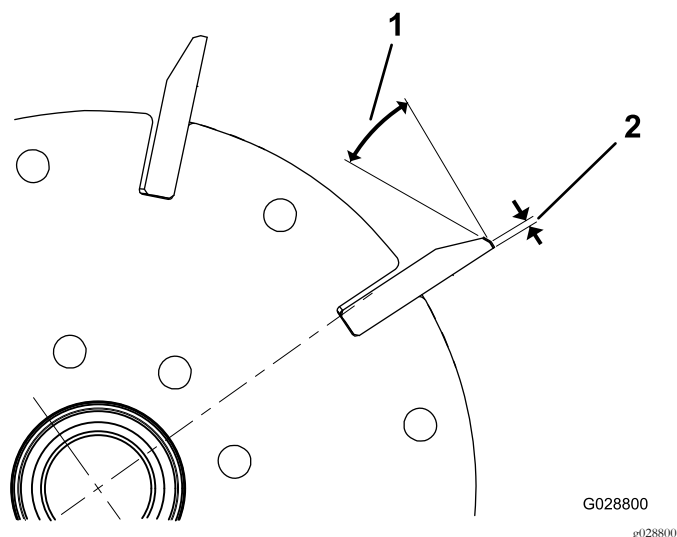

Рисунок 24
1. Произведите 30-градусное затыловочное шлифование всех ножей барабана, пока не будет достигнута ширина витка 1,3 мм (Рисунок 24).